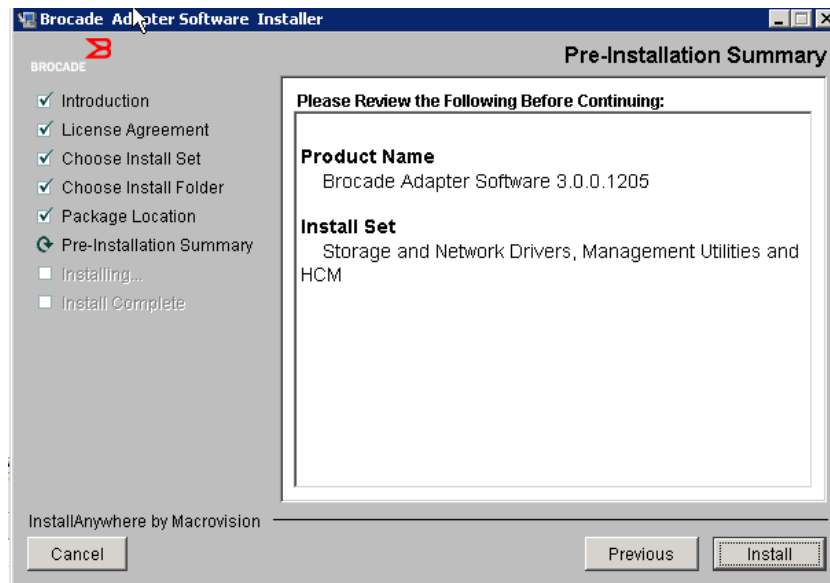

図 15 Pre-Installation サマリ 画面
11. **Pre-Installation Summary** (プレインストールサマリ) 画面が表示されたら (74 ページの図 15)、表示内容を確認し、確定するために **Install** (インストール) を選択して、インストールを開始します。